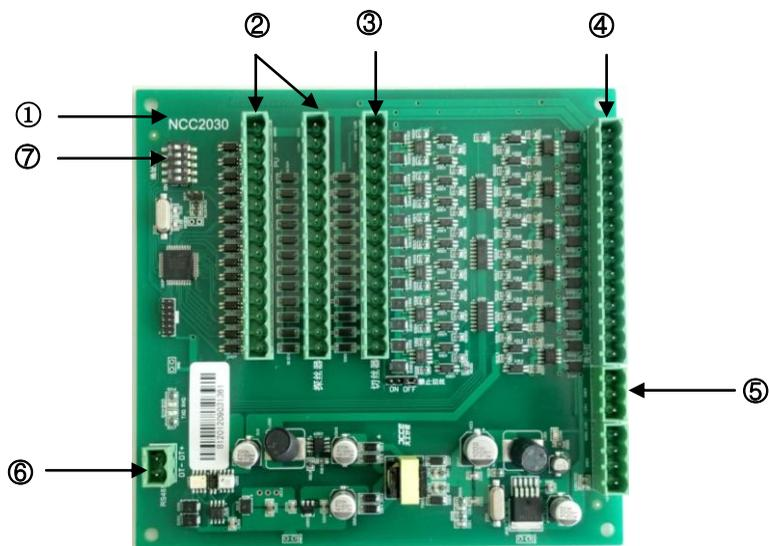

图 4-1-1 整体外观
NCC2030 主要由以下几部分组成：①型号贴：说明产品型号。②探丝器：输入端子。③切丝器：输出端子。④LED：输出端子。⑤电压连接器：由电源端子。⑥RS485：通信接线端子。⑦拨码区：设备拨码开关地址。图 4-1-1 为产品整体外观图。